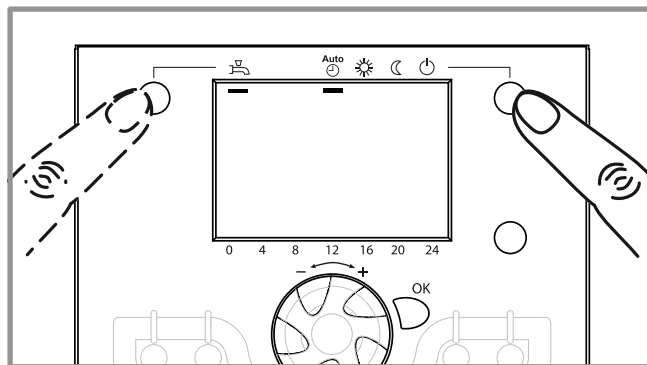

figure 57 - Sélection du régime de chauffe AUTO et puis du régime ECS (selon modèle ou option)
- Sélectionner le régime de chauffe "AUTO" (figure 57).
- Selon modèle et option, sélectionner le régime "ECS" (figure 57).